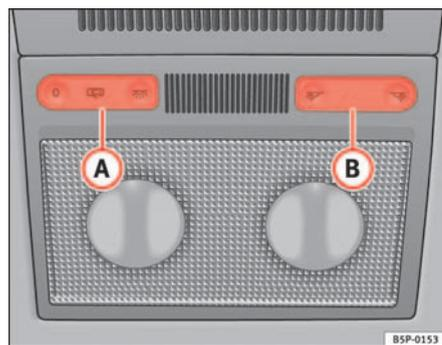

Fig. 79 Revestimiento interior del techo: iluminación delantera del habitáculo
Con el mando ⇒ fig. 79 (A) puede seleccionar las siguientes posiciones:
Pulsar el conmutador a la posición 0 ⇒ fig. 79 .